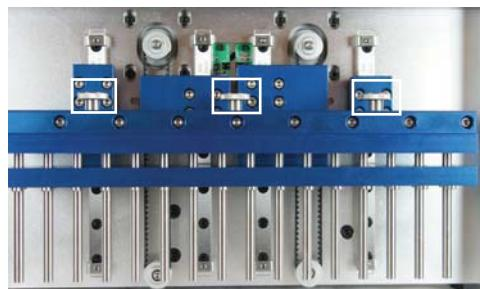

Figura 34. Sistema de varillas magnéticas de SEV y tornillos de mariposa.
- Desatornille los tres tornillos de mariposa (cuadros en la figura 34) situados en la parte superior del sistema de varillas magnéticas.